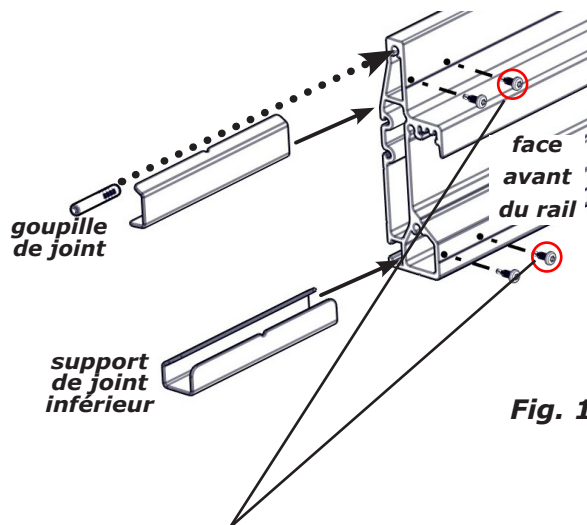

Fig. 1
1. Taper sur l'extrémité cannelée de la goupille du joint du rail pour introduire la goupille **à son point médian** dans la section inférieure du rail (Fig.1).